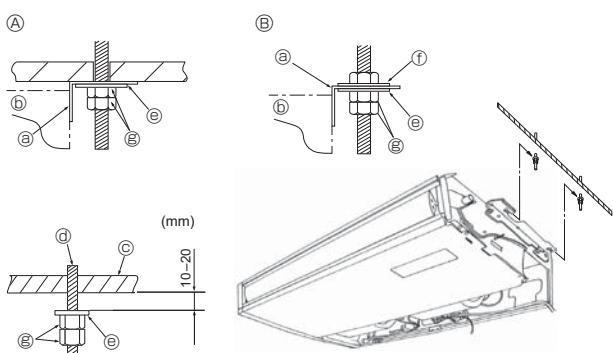

Fig. 3-5
② Pannello laterale
③ Far scivolare
④ Rimuovere le viti di fissaggio del pannello laterale.
⑤ Cerniera
⑥ Rimuovere la pellicola di protezione
⑦ Spingere la cerniera per far uscire la griglia. in vinile della lamella.
⑧ L'apertura forzata della griglia di ingresso o un'apertura con un'angolazione superiore a 120°, possono danneggiare le cerniere della stessa.
3.3. Installazione della sezione interna (Fig. 3-5)